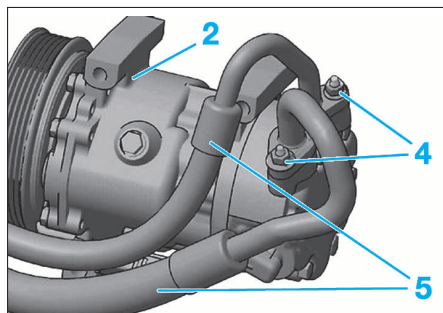

FIG. 41
- Déposer les vis (3) partiellement, et déposer les écrous (4) (Fig.41).